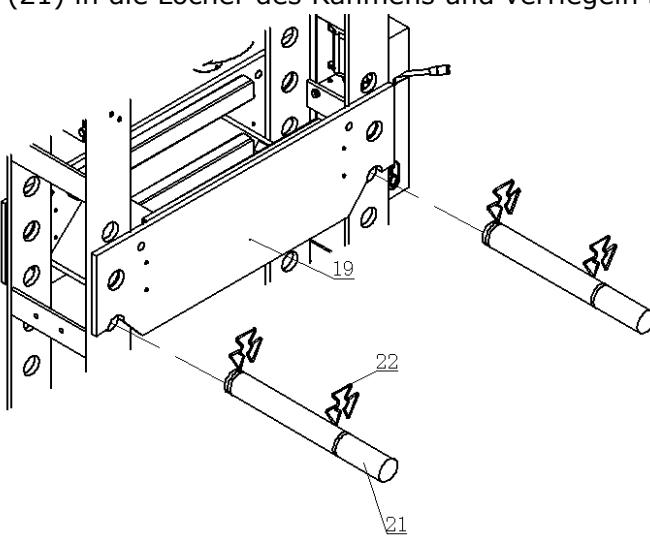

Bild 6
Stellen den Pressentisch (19) nach auf die richtige Höhe, dann stecken Sie die Sicherungsbolzen (21) in die Löcher des Rahmens und verriegeln Sie mit Sicherungsringen (22). (Bild 6 und 7)